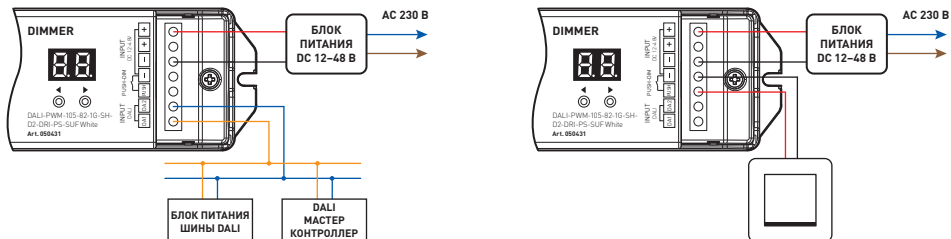
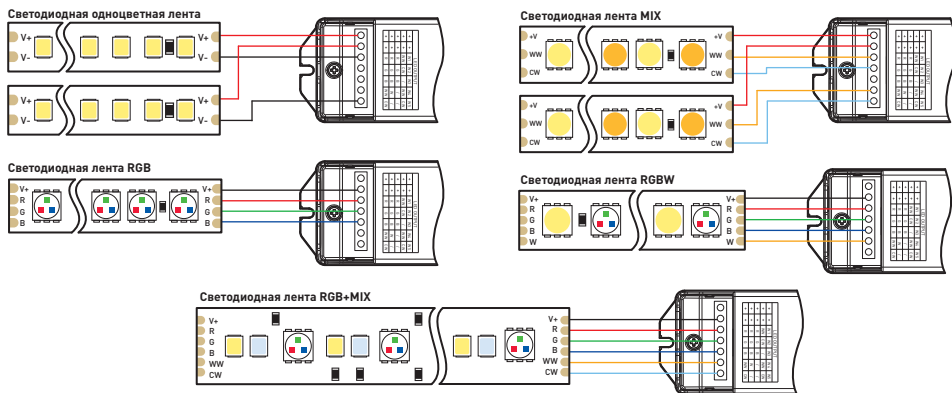

Рис. 2. Подключение питания и управления к диммеру
Рис. 3. Подключение светодиодной ленты к диммеру
3.2. Подключите диммер в соответствии с типом питания и управления (рис. 2) и типом подключаемой светодиодной ленты (рис. 3).